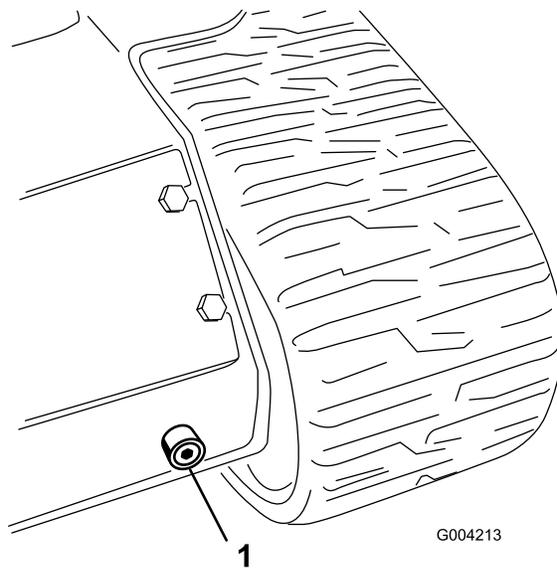

**Figura 54**
5. Togliere il tappo del serbatoio idraulico e l'asta di livello (Figura 54).